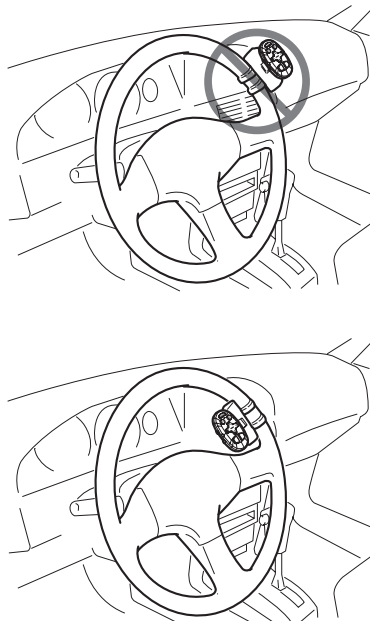

Fig. 14
- Ne fixez pas la télécommande sur le bord extérieur du volant. Elle gêne la conduite, ce qui peut se traduire par un accident. Fixez le télécommande au bord intérieur du volant, comme le montre l'illustration. (Fig. 14)